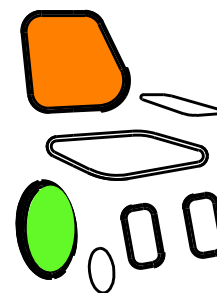

Abbildung 4 Fahrtunterbindungsanzeige
*Beispiel Abbildung 4: Die Rückenlehnen- und Antriebsrad-LEDs auf der Anzeige blinken. Dies bedeutet, dass die Rückenlehne zu sehr geneigt ist und eine Fahrtunterbindung verursacht hat.*